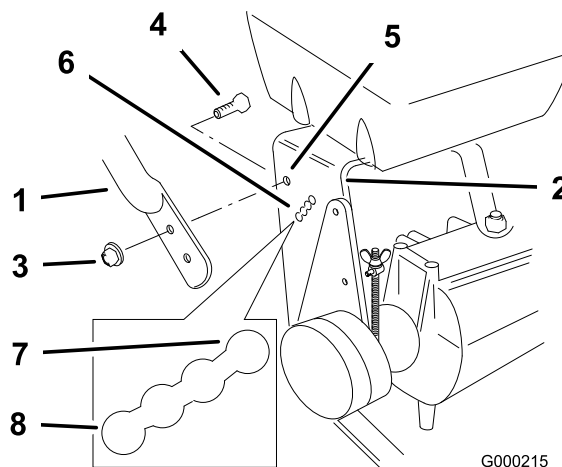

Figura 16
- Afije los pernos con arandela prensada superiores (3/8 x 1 pulgada) y la tuerca con arandela prensada que fijan el manillar al bastidor trasero (Figura 16).
- Retire los pernos con arandela prensada inferiores &Bolt3_8x1 y las tuercas con arandela prensada que fijan el manillar al bastidor trasero (Figura 16).